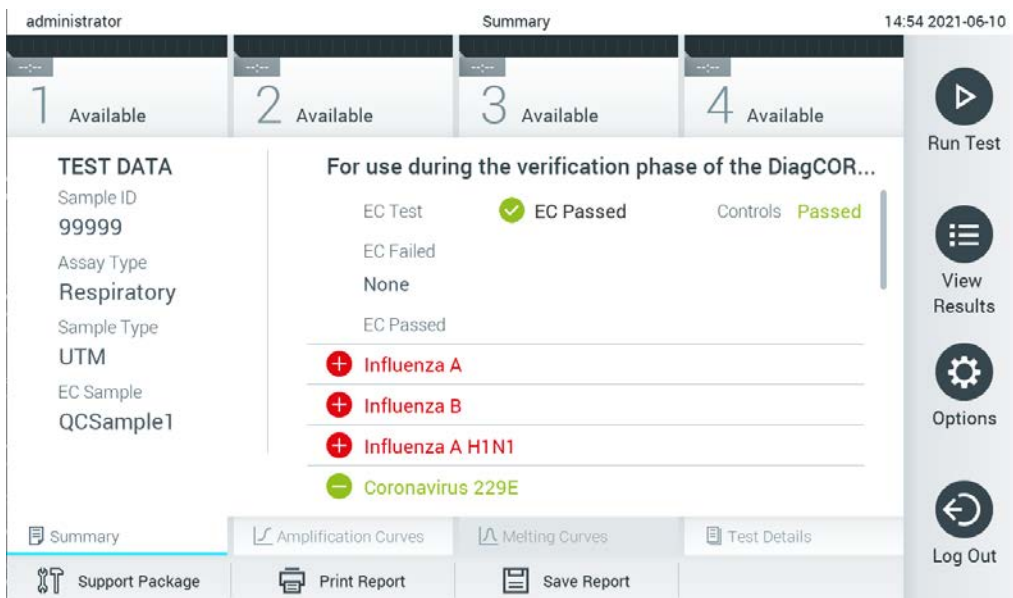

Abbildung 96: Bildschirm Summary (Zusammenfassung) mit EC-Ergebnissen.
12. Nachdem die QIAstat-Dx Assay-Kartusche ausgeworfen wurde, erscheint der Bildschirm Summary (Zusammenfassung) der Ergebnisse (Abbildung 96). Weitere Informationen finden Sie in Abschnitt 8.3.